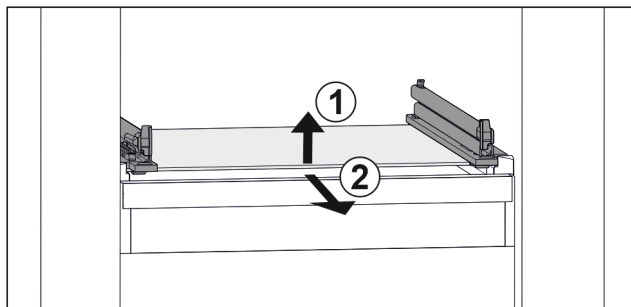

Fig. 71 Exemple de représentation de la tablette en verre
- ▶ Soulever la tablette en verre par l'avant. Fig. 71 (1)
- ▶ Retirer la tablette en verre par l'avant. Fig. 71 (2)